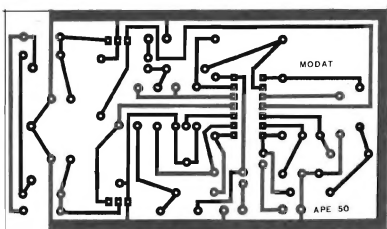

Fig.2
**FIG. 2 - LAY OUT DO CIRCUITO IMPRESSO ESPECÍFICO** - Sem muito "nheco-nheco", já que a presente montagem não é para "peão", o padrão de ilhas e pistas do Impresso específico está na figura, em escala 1:1... Tratando-se de um módulo de utilização profissional, procuramos não "apertar" demais o padrão, de modo a facilitar o acesso e a eventual manutenção, sem muita preocupação de "miniaturização"... Como sempre, contudo, recomendamos uma cuidadosa conferência, ao final da confecção, na busca (e para a eventual correção...) de falhas, "curtos", essas coisas, ainda antes de se iniciar a inserção e soldagem dos terminais de componentes